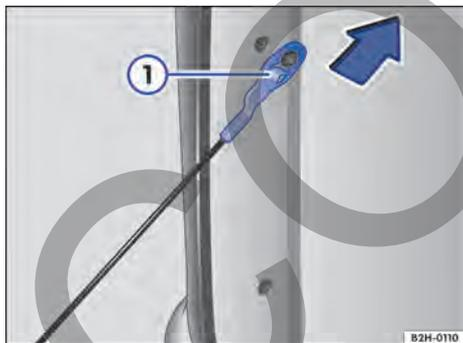

Fig. 52 Desenganchar el cable de sujeción del portón de carga.
- Presione hacia abajo la pestaña de seguridad de la argolla del cable de sujeción → Fig. 52 ①.
- Tire del cable en el sentido contrario al de la flecha, hasta el tope → Fig. 52.